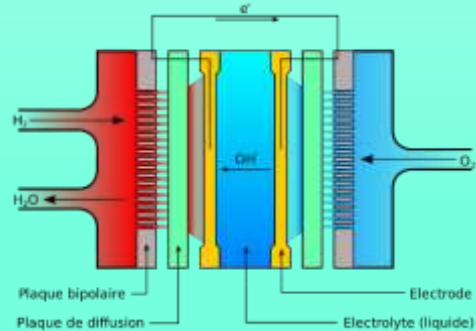

Fig. 9. Rappresentazione di una PAFC
- Fig.9. *Schema di una cella a combustibile alcalina*, by *NACropotame*, *French Wikipedia*, *FAL*